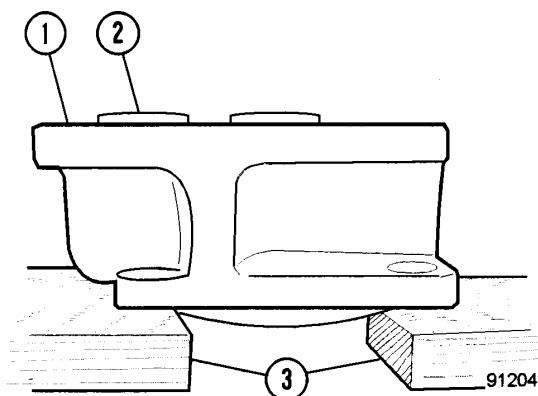

FIGURA 3-7. PREPARACION PARA EL RETIRO DEL SELLO
14. Saque el sello del eje exterior (2), anillo de retención (21) y sello del eje interior (20).
*NOTA: Para ayudar al desmontaje del sello del eje, coloque la pestaña sobre dos pequeños bloques de madera como se muestra en la Figura 3-7.*